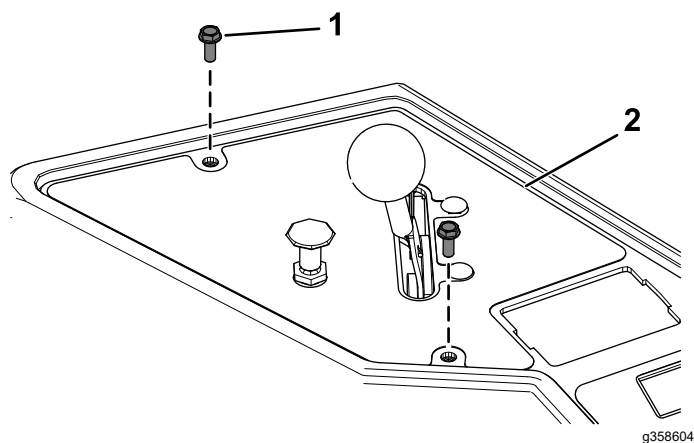

Figura 19
1. Retire los 2 tornillos que sujetan el panel de control, y retire el panel de control de la consola (Figura 19).
6. Sujete el panel de control a la consola usando los 2 tornillos que retiró anteriormente (Figura 19).